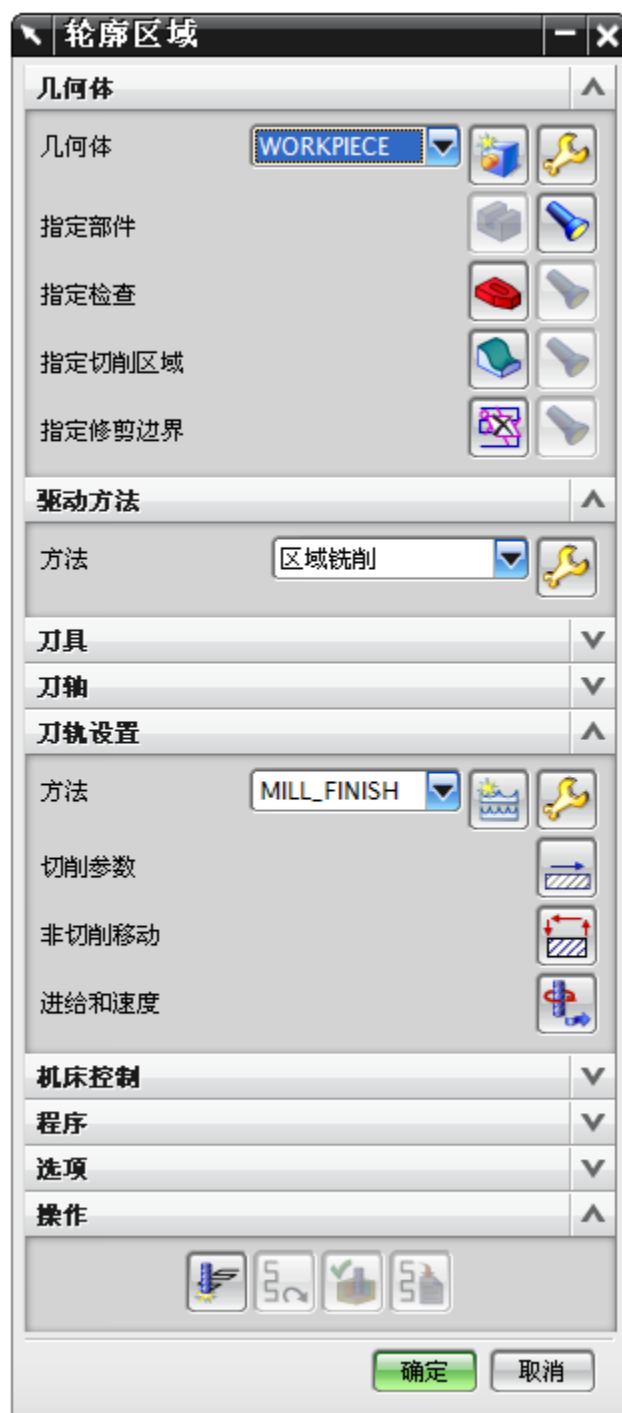

图 6-8
- 在图 6-7 中，单击 OK，打开创建操作对话框，如图 6-8 所示。